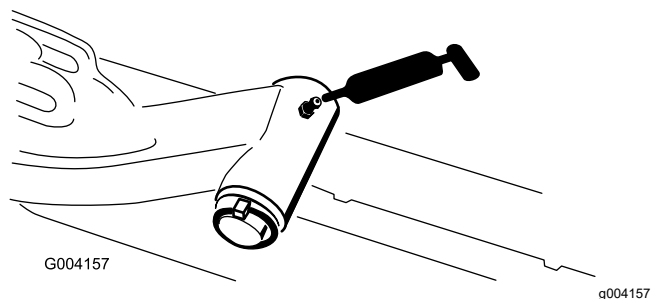

Рисунок 67
- Ось поворота подъемного рычага (по 1 шт.) —Рисунок 67